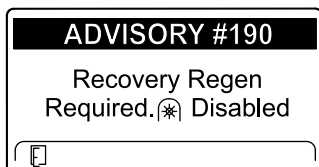

Figure 53
- ADVISORY #190 (avis n° 190), demande de régénération d'urgence – prise de force désactivée, affiché (Figure 53)